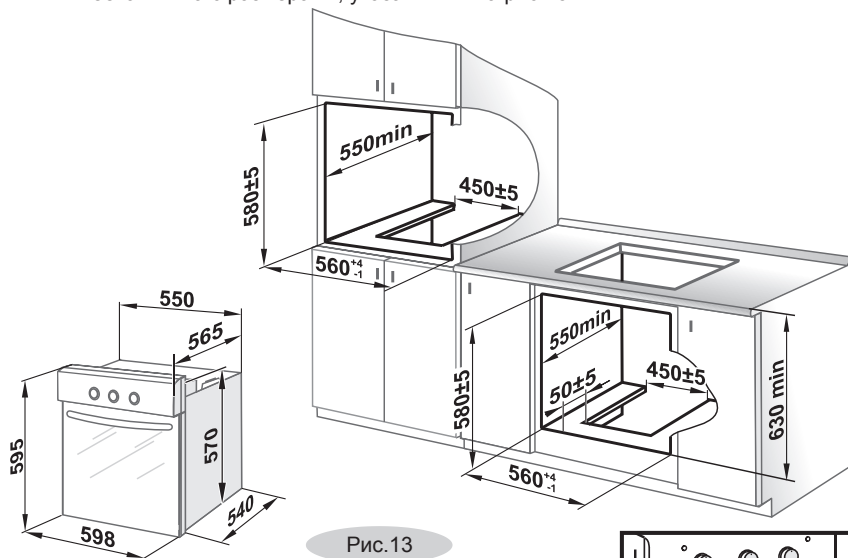

Рис.13
- Духовка встраивается в напольную тумбу или пенал кухонного гарнитура, в которых имеется ниша с размерами, указанными на рис.13.